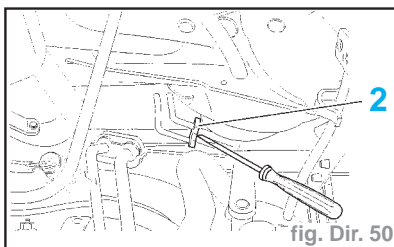

fig. Dir. 50
- A l'aide d'un levier, écarter la bride (2) de la valve (fig. Dir. 50).
- la bride (2) (fig. Dir. 50)